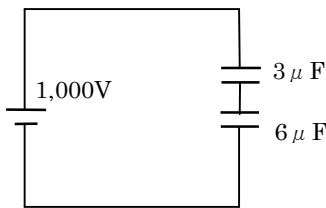

図14-1-2
上記**ヒント**の①および②を回路図に順次書きなおすと、それぞれ図14-1-2、図14-1-3になる。